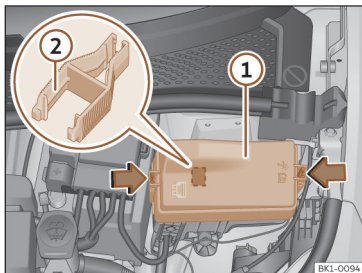

Abb. 153 Im Frontraum: Abdeckung des Sicherungskastens.
- Drücken Sie die Verriegelungslaschen, um die Abdeckung des Sicherungskastens zu entriegeln» **Abb. 153** .